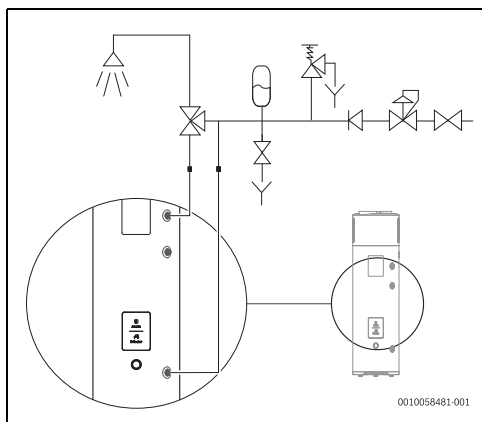

Fig. 15 Raccordements de l'alimentation en eau
L'installateur du système doit obligatoirement installer une soupape de sécurité de 8 bars sur le tuyau d'alimentation en eau froide (fig. 15).
La conduite de vidange de la soupape de sécurité doit être installée en pente descendante. Elle doit également être installée dans un endroit à l'abri du gel (fig. 15).
Pendant le fonctionnement, ne jamais fermer la vanne d'arrêt de l'eau. (→ Fig. 15, page 19).
- ▶ Installer un vase d'expansion.¹⁾ (→ Fig. 15) pour empêcher la soupape de sécurité de s'ouvrir aussi souvent.